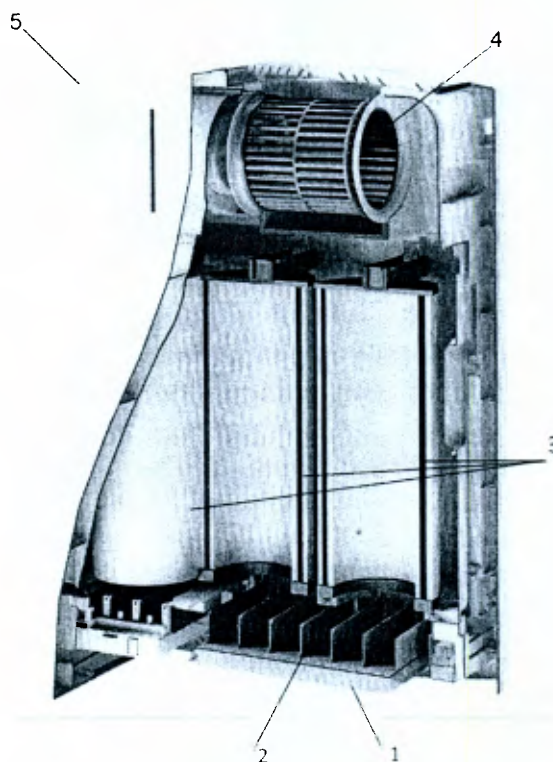
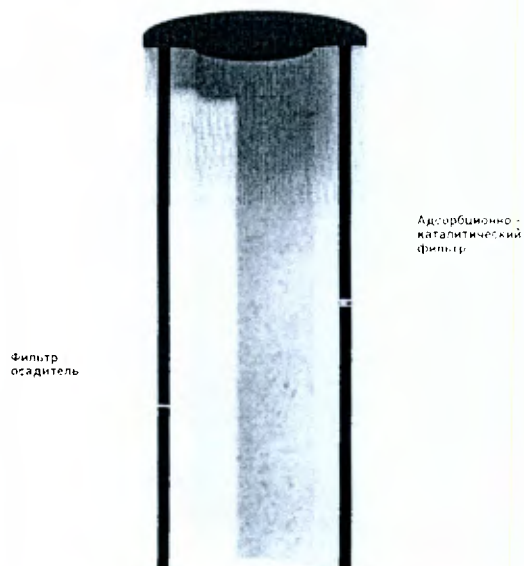

Рисунок 1. Внутреннее устройство обеззараживателя-очистителя
Рисунок 2. Комплексный фильтр
Комплексный фильтр «Тион А»/«Тион А(S)» (рис. 2) - неразборный фильтр, состоящий из фильтра-осадителя и адсорбционно-каталитического фильтра.
Обеззараживатель-очиститель воздуха работает в режиме 100% рециркуляции. Он забирает воздух через входную решетку и пропускает его через систему фильтров (рис. 1, поз. 1, 3), очищая от механических и химических примесей, инактивируя (уничтожая) микроорганизмы, а затем возвращает очищенный воздух в помещение через выходное отверстие.
Фильтр предварительной очистки (префильтр) (рис.1, поз.1) задерживает крупную пыль и препятствует попаданию внутрь прибора грязи, пуха, шерсти. Проходя через электростатический блок (рис.1, поз.2), механические загрязнители и био-аэрозоли приобретают электростатический заряд, за счет чего эффективно осаждаются на фильтре-осадителе комплексного фильтра (рис.1, поз.3; рис. 2). За счет озона, продуцируемого из кислорода электростатическим блоком в бактерицидных концентрациях, обеспечивается инактивация микроорганизмов. Благодаря инаktivации комплексный фильтр постоянно стерилен при эксплуатации и при замене фильтра. Таким образом, обеспечивается полная микробиологическая безопасность системы фильтрации. Озон полностью разлагается в кислород, проходя через адсорбционно-каталитический фильтр комплексного фильтра (рис. 1, поз.3; рис. 2), одновременно ускоряя реакции разрушения молекулярных химических соединений. Адсорбционно-каталитический фильтр (в комплексном фильтре, рис. 2) осуществляет фильтрацию вредных веществ в газовой фазе и запахов. Концентрации озона на выходе из прибора гарантированно не превышают ПДКсс весь срок эксплуатации, таким образом, обеззараживатель-очиститель может круглосуточно эксплуатироваться в присутствии людей.
- Снять крышку корпуса (рис. 1, поз.5) и блок комплексных фильтров (рис. 1 поз.3).
- Снять крышку корпуса (рис. 1, поз.5) и блок комплексных фильтров (рис.1, поз.3).
- Зафиксировать прибор на 4-х винтах (13), указанных на рисунке 13.